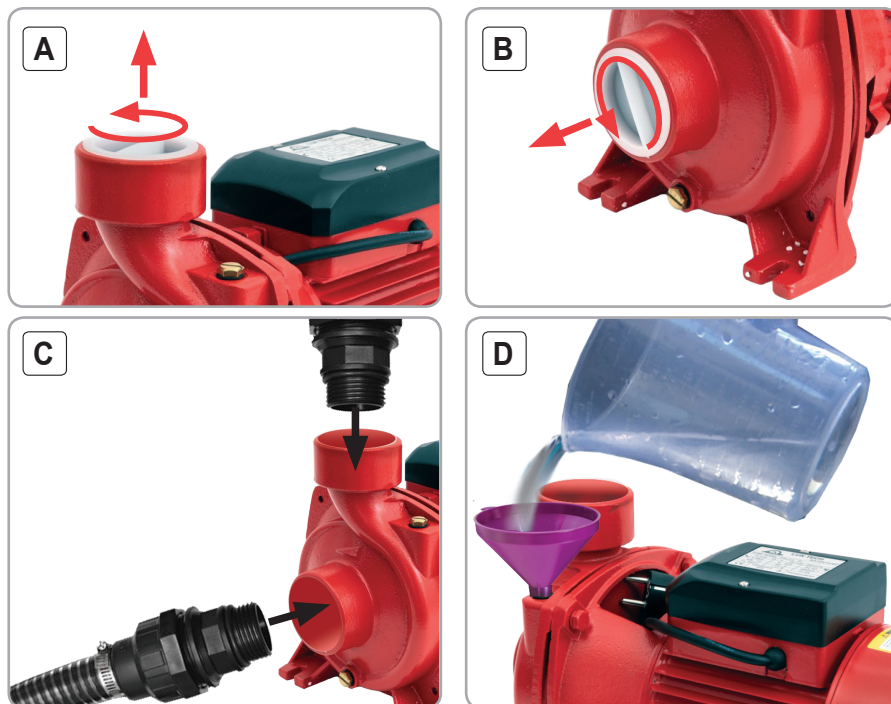

Fig.6
4.6. Amorsarea pompei (Fig. 6)